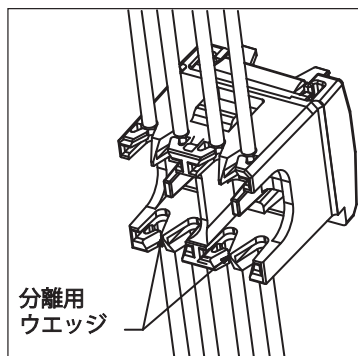

図1:
2. 前処理済みワイヤーキャップをTGJT工具のワイヤーカット面へセットします。ワイヤーキャップの配線は全て両脇に配置され、カットできる状態にあることを確認してください。(図1参照) ワイヤーキャップの突起部は上向きにし、ブレードアンビル溝に合うようにセットします。